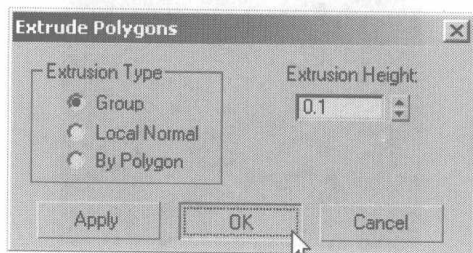

图 4.99
- 39** 不要取消对面的选择，在 Edit Polygons 卷展栏中单击 **Extrude** 右侧的小按钮，在弹出的对话框中设置挤压参数，如图 4.99 所示。